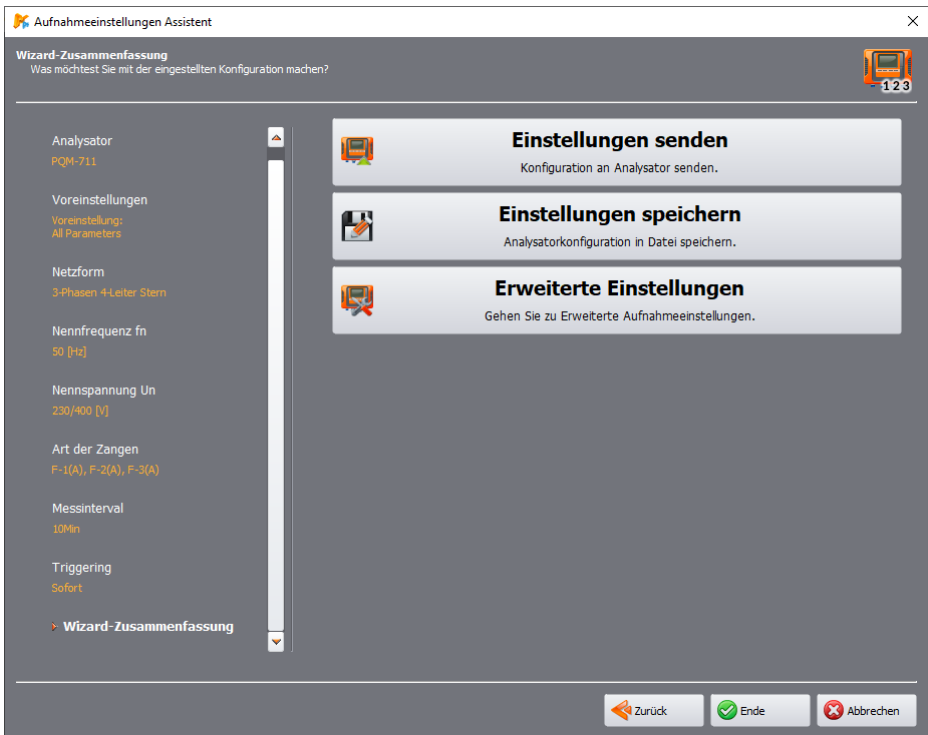

Abb. 15. Setup-Wizard – Zusammenfassung.
- **WIZARD-ZUSAMMENFASSUNG** – der letzte Schritt des Setup-Wizards (Abb. 15) zum Senden der erstellten Konfiguration an den Analysator (Option **EINSTELLUNGEN SENDEN**). Wenn der Analysator nicht angeschlossen ist, beginnt das Verfahren zur Auswahl und zum Anschluss an den Analysator (Abschnitt 2.1), und anschließend wird die Konfiguration gesendet. Hinweis: Der gesamte Speicher wird gelöscht. Der Assistent verwendet standardmäßig die **KONFIGURATION Nr. 1** des Analysators; außerdem wird der gesamte Speicherplatz des Analysators für ihn reserviert. Die vom Setup-Wizard erstellte Konfiguration kann auch zur späteren Verwendung als **.settings-Datei* auf der Festplatte gespeichert werden (Option **EINSTELLUNGEN SPEICHERN**). Alternativ kann die Option **ERWEITERTE EINSTELLUNGEN** gewählt werden, bei der die Ausgangskonfiguration überprüft und geändert und dann an den Analysator gesendet werden kann (es wird das Fenster **ERWEITERTE AUFNAHMEEINSTELLUNGEN** angezeigt, Abschnitt 3.2).